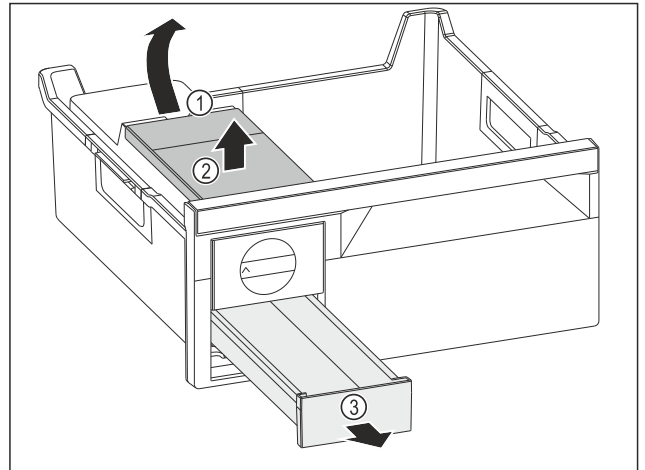

Fig. 73
- Watertank wegnemen: Watertank bij de uitsparing Fig. 73 (1) optillen.
- Watertank Fig. 73 (2) naar boven toe wegnemen.
- Ijsblokjesvak Fig. 73 (3) naar voren toe wegnemen.